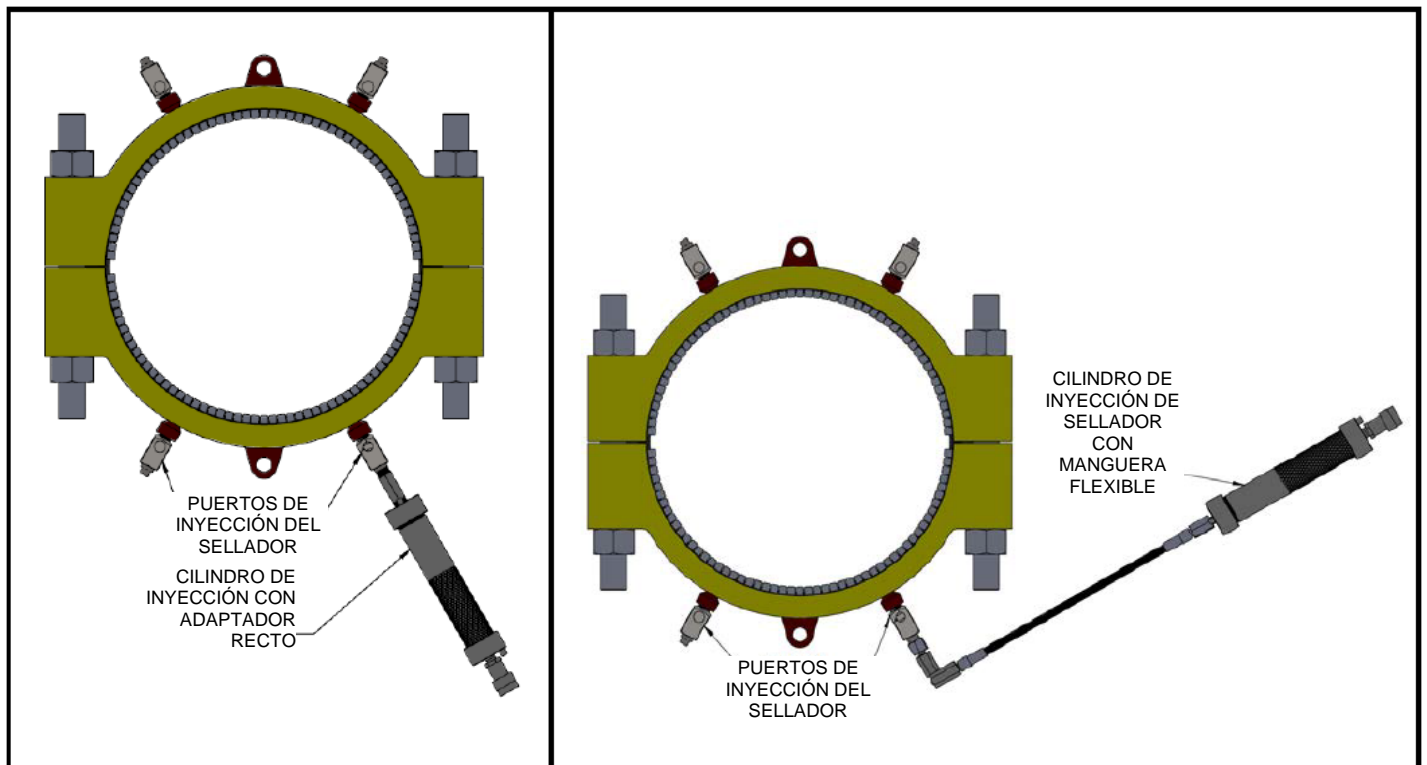

Figura 5
2. Durante la instalación del Anillo Reparador de Bidas "PLIDCO Flange+Repair Ring", cerciórese de tener un puerto de inyección de sellador lo más cerca posible a la parte superior del mismo. Esto asegurará que el espacio anular del Anillo Reparador de Bidas "PLIDCO Flange+Repair Ring" esté completamente lleno de sellador, ya que todo el aire o líquido será expulsado por la parte superior del Anillo Reparador de Bidas PLIDCO (ver Figura 5).
4. Conecte el cilindro/barril de inyección de sellante a la válvula de inyección cerrada en la parte inferior del Anillo Reparador de Bridas "PLIDCO Flange+Repair Ring". Si los espacios son un problema, use el adaptador de manguera flexible. Comience a inyectar sellador en la válvula de inyección cerrada. Una vez que la presión comience a acumularse en la bomba, abra la válvula de inyección del sellador para permitir que este fluya dentro de la conexión. (ver Figura 5).
2. Durante la instalación del Anillo Reparador de Bridas "PLIDCO Flange+Repair Ring", cerciórese de tener una válvula/puerto de inyección del sellador lo más cerca posible de la fuga, pero no directamente sobre la fuga. Esto permitirá observar el momento cuando el espacio anular del Anillo Reparador de Bridas "PLIDCO Flange+Repair Ring" esté completamente lleno o que el sellador ha alcanzado la parte superior de la conexión (ver Figura 5).
4. Conecte el cilindro/barril de inyección de sellante al puerto/válvula de inyección de sellador cerrado en el fondo o al puerto/válvula de inyección más alejado de la fuga activa. Si los espacios son un problema, use el adaptador de manguera flexible. Comience a inyectar sellador en la válvula de inyección de sellador cerrada. Una vez que la presión comience a acumularse en la bomba, abra la válvula de inyección del sellador para permitir que este fluya dentro de la conexión. (ver Figura 5).